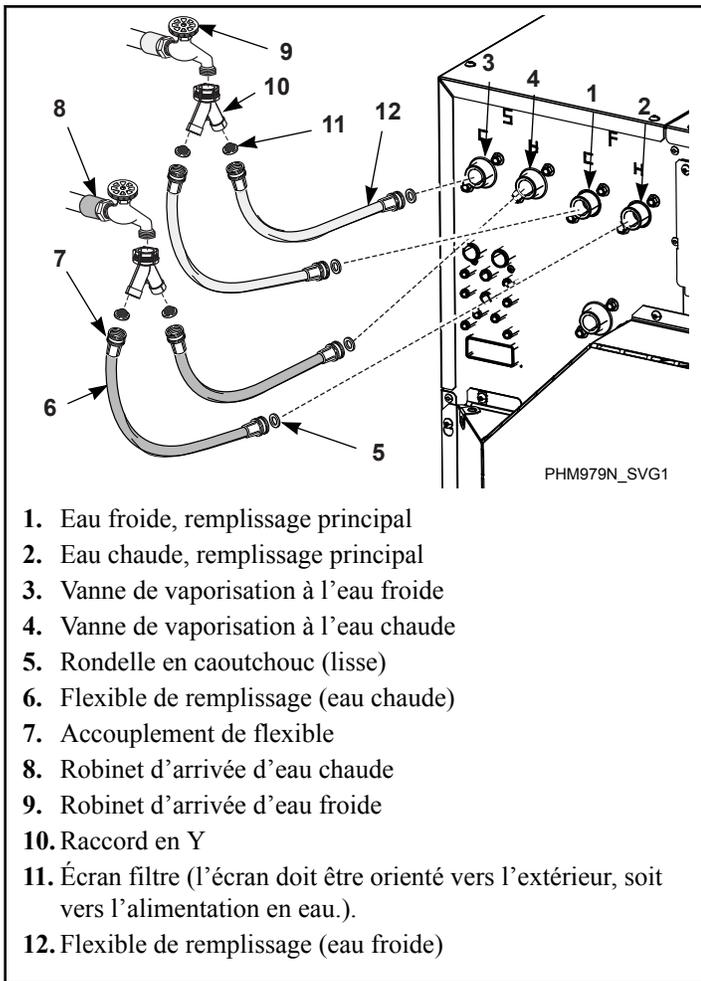

Figure 23
7. Visser l'accouplement avec la rondelle de caoutchouc lisse de l'un (1) des flexibles raccordé à l'eau chaude sur la vanne d'entrée de remplissage principal (indiquée par un « H » [hot, eau chaude] sous le « F » [fill, remplissage]). Visser l'accouplement avec la rondelle de caoutchouc lisse de l'autre flexible raccordé à l'eau chaude sur la vanne d'entrée de vaporisation indiquée par un « H » [hot, eau chaude] sous le « S » [spray, vaporisation]. Serrer à la main. Voir *Figure 23*.
8. Visser l'accouplement avec la rondelle de caoutchouc lisse de l'un (1) des flexibles raccordé à l'eau froide sur la vanne d'entrée de remplissage principal (indiquée par un « C » [cold, eau froide] sous le « F » [fill, remplissage]). Visser l'accouplement avec la rondelle de caoutchouc lisse de l'autre flexible raccordé à l'eau froide sur la vanne d'entrée de vaporisation indiquée par un « C » [cold, eau froide] sous le « S » [spray, vaporisation]. Serrer à la main. Voir *Figure 23*.
1. Avant d'installer les tuyaux, vidanger le système d'eau du bâtiment aux valves de connexion de la machine pendant au moins deux (2) minutes.
2. Retirer les quatre (4) rondelles de caoutchouc lisses et les quatre (4) écrans-filtres du sac d'accessoires fourni avec la machine.
3. Installer une (1) rondelle en caoutchouc lisse à une extrémité et un (1) écran-filtre-écran à l'autre extrémité de chaque flexible de remplissage. Les écrans doivent être orientés vers l'extérieur, soit vers l'alimentation en eau. Voir *Figure 23*.
4. Visser un (1) des connecteurs en Y (fourni avec la machine) sur le robinet d'alimentation en eau froide et un (1) sur le robinet d'alimentation en eau chaude.